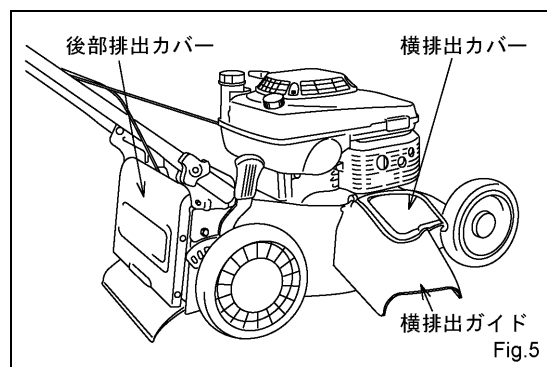
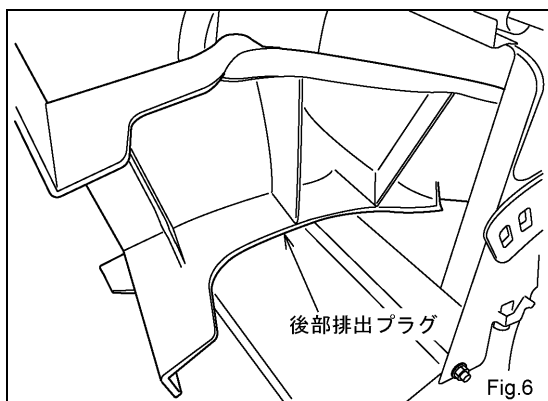

Fig.5
Fig.6
- ② 後部排出カバーは必ず閉じておいて下さい。（Fig.5）
- ③ 後方排出プラグが装着されていることをご確認ください。
- ④ 後方排出プラグを装着する場合は以下の要領で行って下さい。
- ・ 後部排出カバーを開け、後部排出プラグを Fig.6 の方向に向けて排出口に差し込みます。